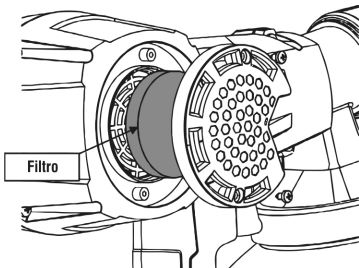

Fig. 8 – Sustitución del filtro
- El usuario debe, frecuentemente, verificar las condiciones del filtro que se encuentra en la lateral de la máquina. Una buena condición del filtro influye directamente el rendimiento del equipo. Para sustituirlo es simple, basta retirar los dos tornillos cabeza phillips, retirar la protección y cambiar el filtro, según muestra la Fig. 8.